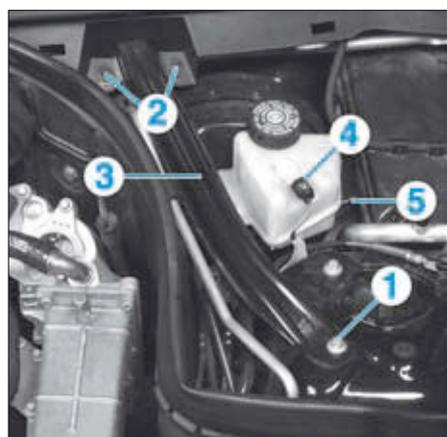

FIG. 14
- Déposer (Fig.14) :
- la vis (1),
- les agrafes (2),
- le renfort (3).
- Débrancher le connecteur (4) du contacteur de niveau de liquide de frein.
- Avec boîte de vitesses mécanique, débrancher la durit d'alimentation de l'émetteur d'embrayage (5) au niveau du réservoir de compensation.